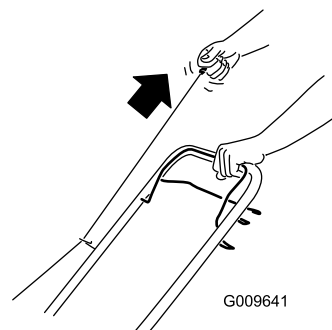

Figura 12
2. Tirate l'avvitatore autoavvolgente (Figura 12).
Nota: Quando utilizzate l'avvitatore autoavvolgente, tiratelo leggermente fino ad avvertire una certa resistenza, poi date uno strappo (Figura 12). Lasciate che il cordino si riavvolga nell'avvitatore lentamente.